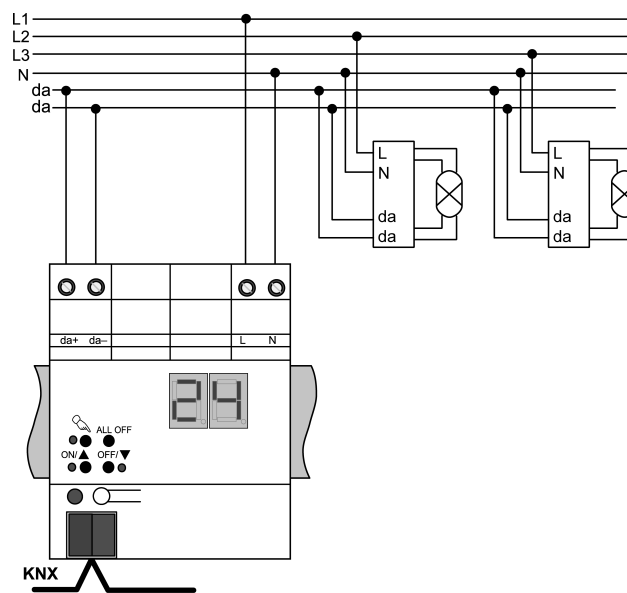

Bild 2
- Anslut enheten enligt anslutningsexemplet (Bild 2).